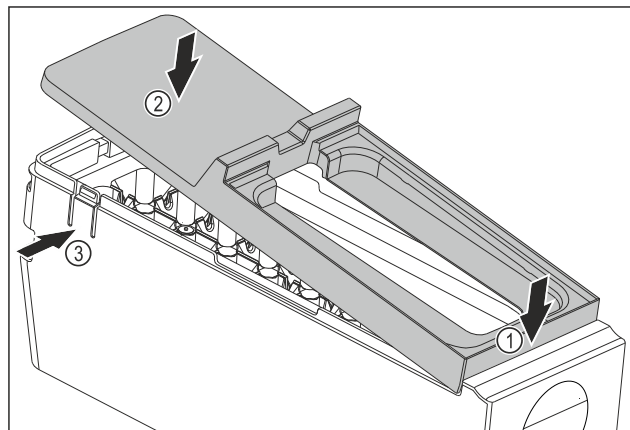

Fig. 200
- Monter le couvercle du corps de l'EasyTwist-Ice : Placer le couvercle à l'avant. Fig. 200 (1)
- Abaisser le couvercle à l'arrière. Fig. 200 (2)
- L'enclenchement du couvercle dans les deux languettes Fig. 200 (3) se fait entendre.